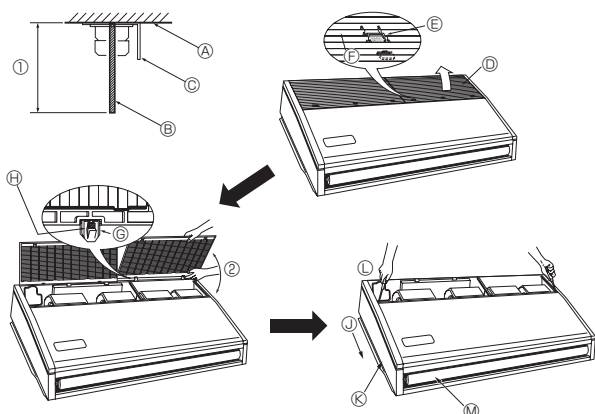

Fig. 3-4
3.2.4. Ішкі блокты дайындау (Fig. 3-4)